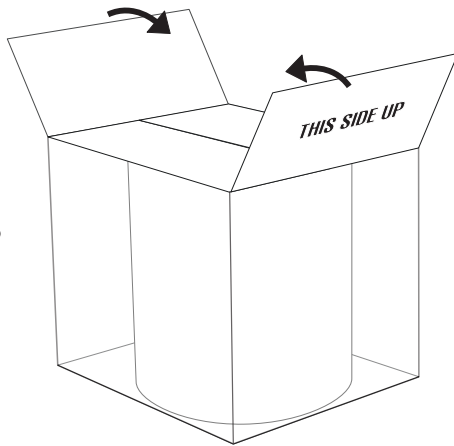

Figure 5
7. Pliez les rabats sur le dessus de la boîte de façon à ce qu'ils se rejoignent. « THIS SIDE UP » (ce côté vers le haut) doit être visible à l'extérieur de la boîte. (Voir Figure 5)